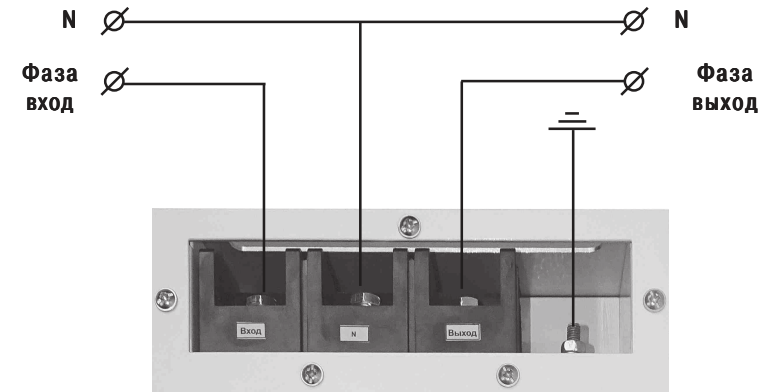

Рис. 3. Схема подключения стабилизатора
Перед установкой и подключением стабилизатора (Рис. 3) необходимо ознакомиться с его устройством и принципом действия по п.п.1-5 настоящего Руководства.
3. Подключите к клеммнику провода силового ввода и вывода в соответствии с надписями на клеммнике (Рис.3). При подключении необходимо обеспечить надежный контакт проводов с зажимами клеммника, а также проверить изоляцию проводов друг от друга. Сечение проводов должно соответствовать токовой нагрузке.